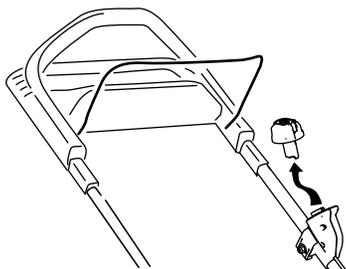

Figure 20
1. Retirez le bouton de démarrage électrique (Figure 20).